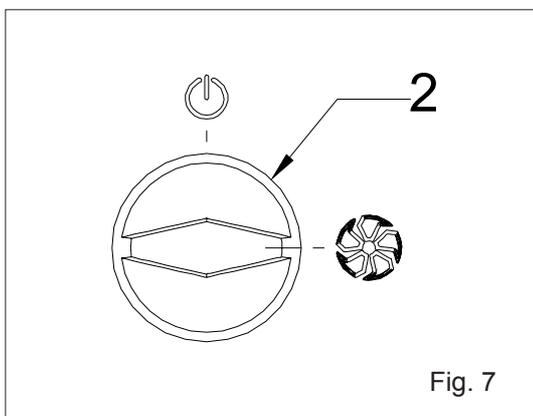

Fig. 7
Per iniziare il ciclo di cottura ruotare la manopola del selettore (2) nella posizione 1 come in fig. 7 .